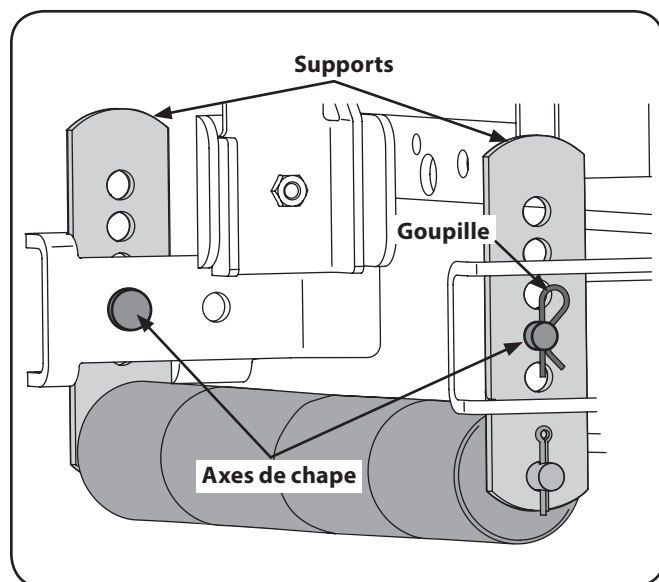

Figure 6-7
1. En retenant l'ensemble des rouleaux arrière, enlevez les goupilles et les axes de chape des supports gauche et droit. Voir Figure 6-7.
3. Alignez les trous d'index avec les trous des supports de montage du plateau de coupe. Insérez les axes de chape dans les supports du plateau de coupe et dans les trous d'index. Fixez le réglage à l'aide des goupilles retirées antérieurement. Voir Figure 6-7.